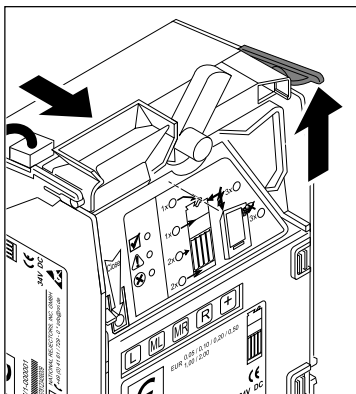

Abb. 5a: Münzprüfer herausklappen
1. Münzprüfer aus dem Geldwechsler herausklappen (s. Abb. 5a).